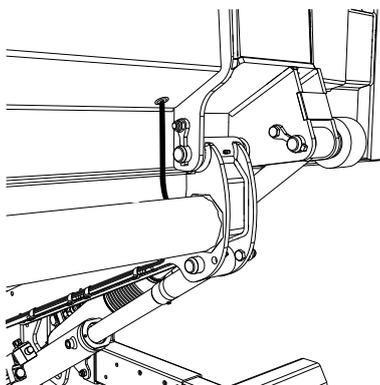
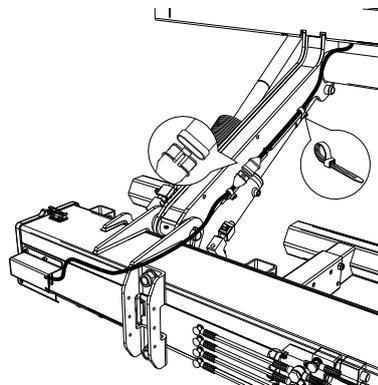
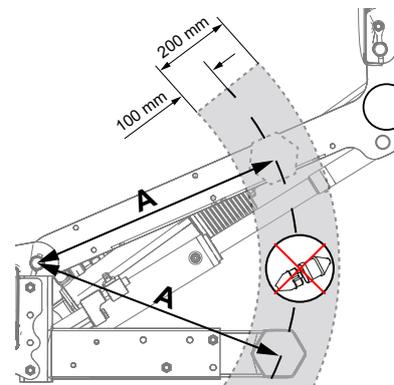

Figura 67. Montaje del cableado
Figura 68. Montaje del cableado
Figura 69. Ubicación del conector rápido
2. Tender el cable y montar con una abrazadera de plástico como se indica en Figura 67 y Figura 68. El conector rápido debe colocarse de tal manera que no entre en conflicto con la protección contra empotramiento durante el movimiento del brazo primero. Medir la distancia (A) desde el centro del eje del brazo primero hasta el centro de la protección contra empotramiento, véase Figura 69.
3. Medir la misma distancia (A) en el brazo primero, véase Figura 69.
4. A continuación, colocar el conector rápido al menos 100 mm fuera o dentro de la medida obtenida (B), véase Figura 69.